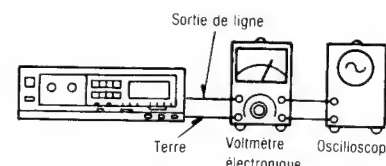

Fig. 2
1. Brancher les appareils comme indiqué dans la Fig. 2.